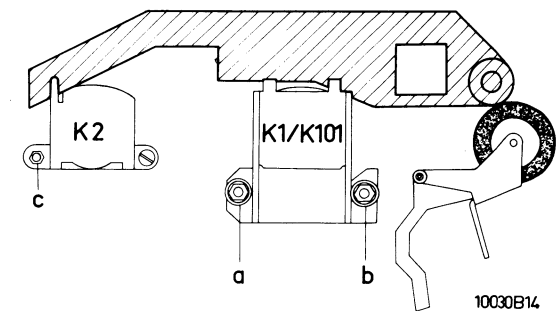

Fig. 5
a. Höhe des A/W-Kopfes (Abb. 5)
b. Azimut des A/W-Kopfes (Abb. 5)
c. Höhe des Löschkopfes K2 (Abb. 5)